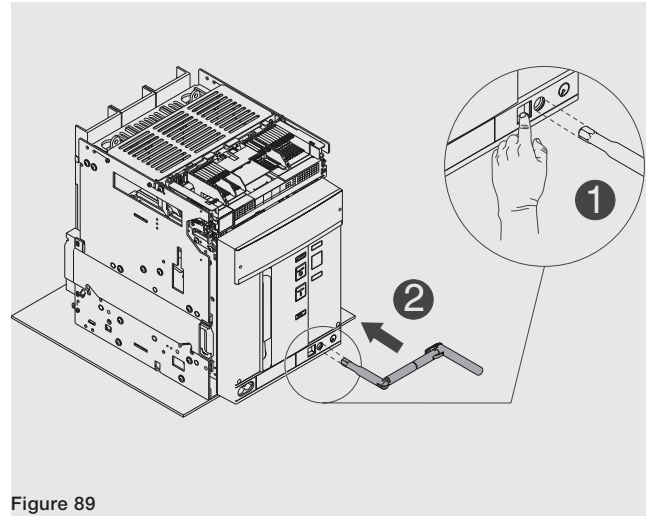

Figure 89
9. Appuyer sur le bouton de blocage et introduire la manivelle dans la partie mobile. Dans cette phase la partie mobile est encore en position **DISCONNECT**. Voir Figure 89.